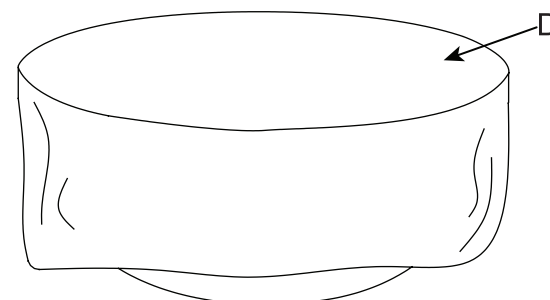

Figure 5
6. Kai židinyvis visiškai atvės, uždenkite jį apsauginiu uždangalu (D) (žr. Figure 5).